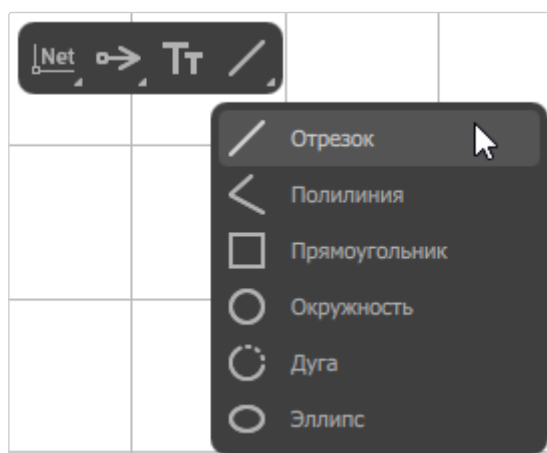

Рисунок 79. Инструменты графических примитивов на панели инструментов
- 2) В раскрывшемся списке выбрать инструмент «Отрезок», «Полилиния», «Прямоугольник», «Окружность», «Дуга» или «Эллипс» (см. рисунок 79).